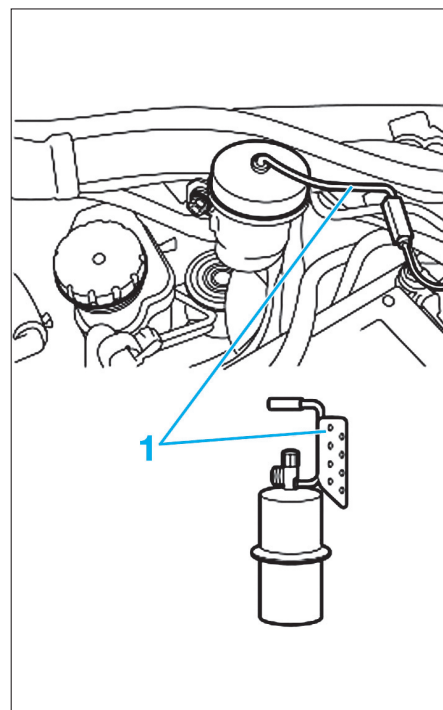

Fig. 15
- Retirer le bouchon du réservoir de liquide d'embrayage, puis brancher l'équipement [1] au réservoir (Fig.15).